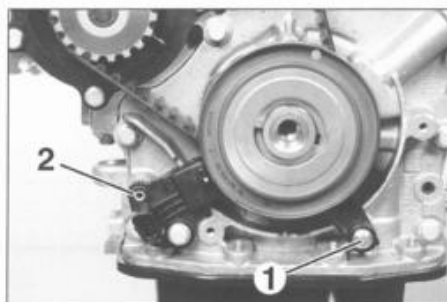
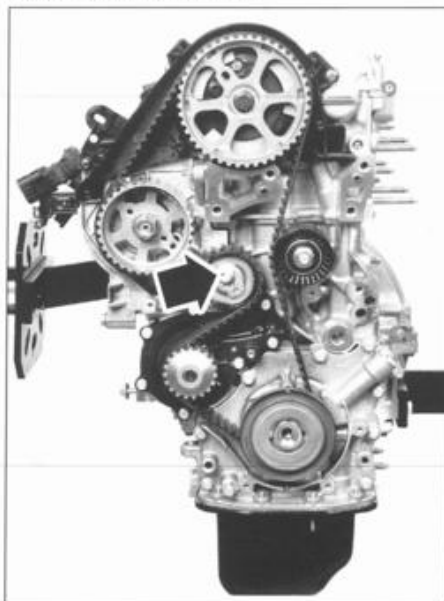

FIG. 8
FIG. 12
- el captador de régimen motor (2) (fig. 8).
- Desmontar el tornillo de la escuadra antidecalado (1).
- Aflojar el tornillo de fijación del rodillo tensor (fig. 12) para destensar la correa.
• Apretar el tornillo de fijación del rodillo tensor (fig. 12).
- la escuadra antidecalado (1) (fig. 8) y apretar a 0,5 daNm
- el captador de régimen (2).
• Aflojar el tornillo del rodillo tensor (fig. 12).